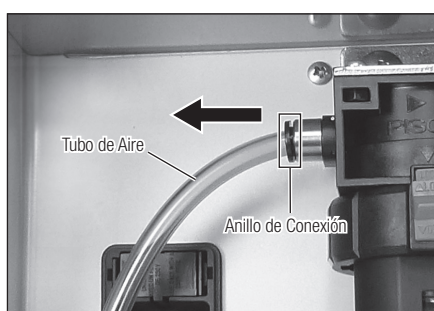

Fig. 31
- 2) Extraiga el tubo de aire mientras mantiene apretado el anillo de conexión en el Filtro de Aire (Fig. 31).